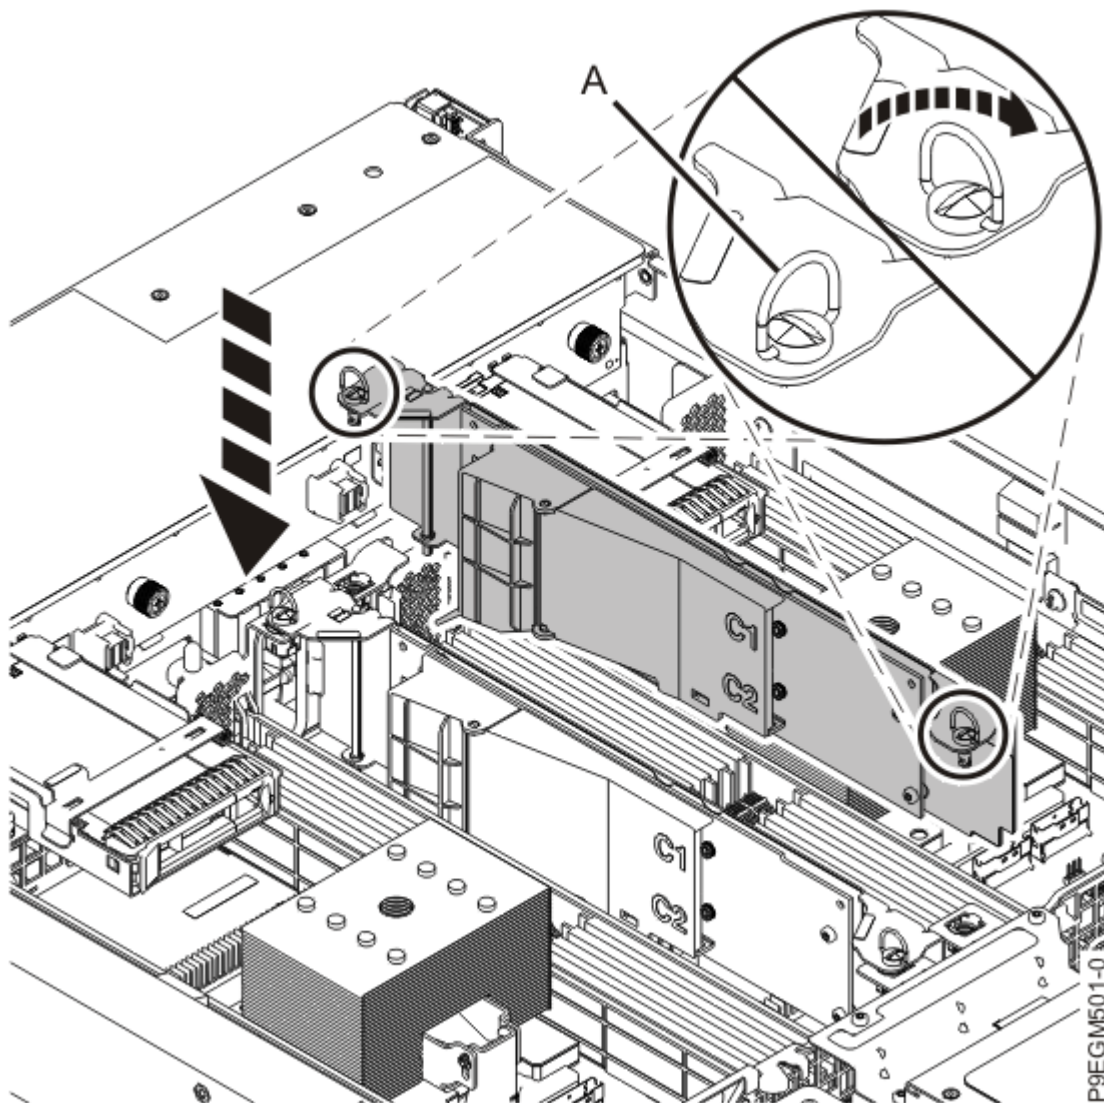

図 8. NVMe M.2 キャリア・カードの装着
8. ねじ **(A)** を押し込んで時計方向に回転して、NVMe M.2 キャリア・カードをしっかり装着します。11 ページの図 8 を参照してください。